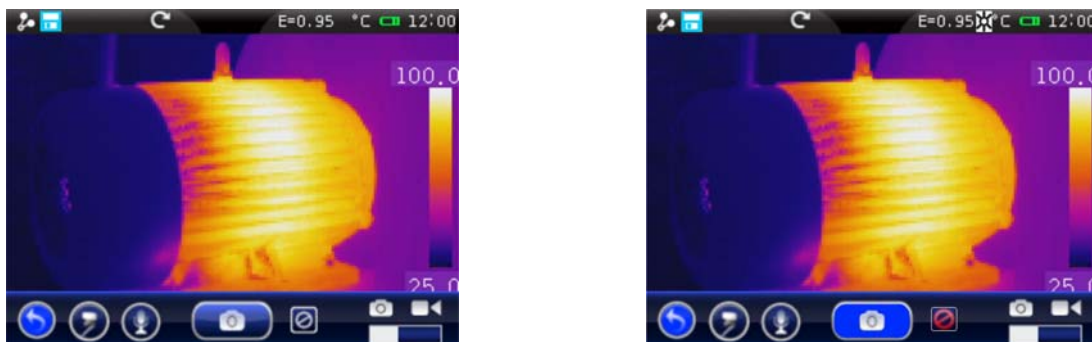

Abb. 60: Einfrieren des Bildes im Display und Abspeichern
2. Drücken Sie die **T** (Trigger) Taste zum Einfrieren eines IR Bildes im Display. Das Symbol  erscheint auf der Oberseite des Displays, das Symbol  erscheint auf der Unterseite des Displays und das Symbol  wird hellblau  (siehe Abb. 60 – rechte Seite). Dasselbe Ergebnis erhalten Sie auch durch Berühren des Symbols  im Hauptmenü und durch Berühren des Symbols  (siehe Abb. 60 – linke Seite). Berühren Sie das Symbol  und dann die Taste **T** zum Verlassen der Hold-Funktion.